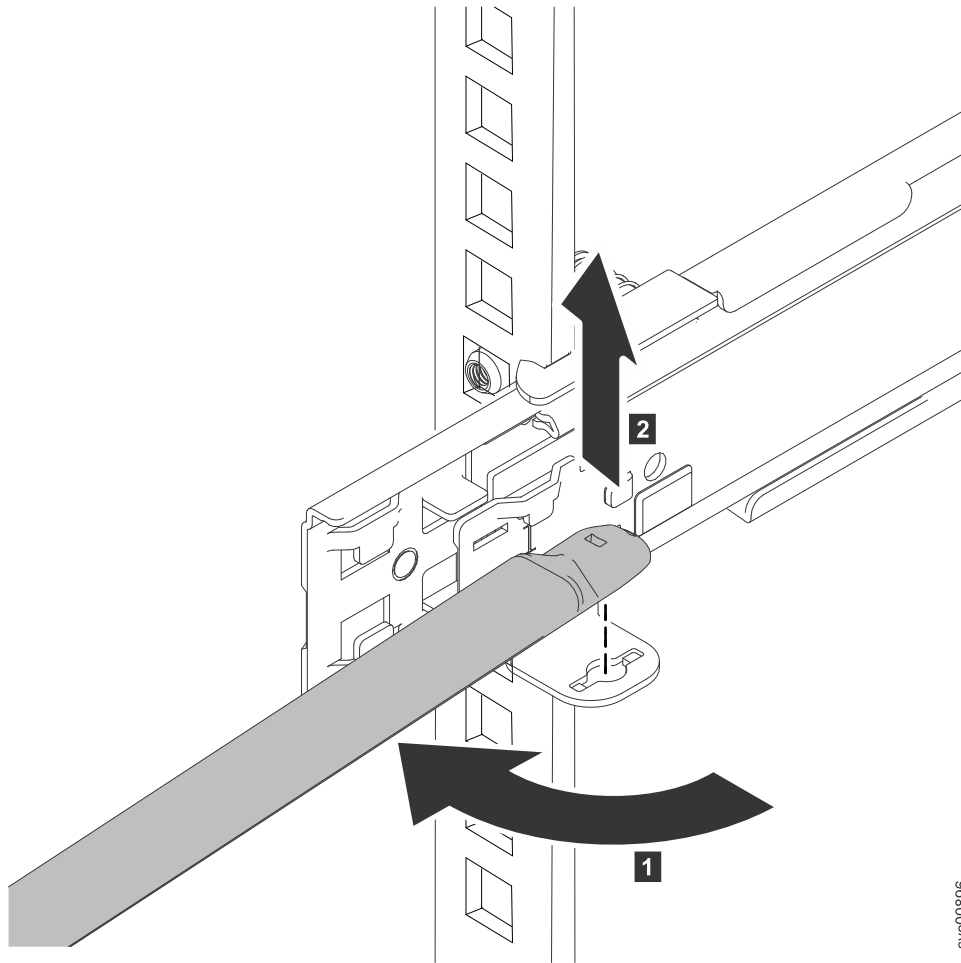

图 14. 卸下电缆管理臂
9. 在节点的左后侧卸下电缆管理臂，如第 22 页的图 14 中所示。